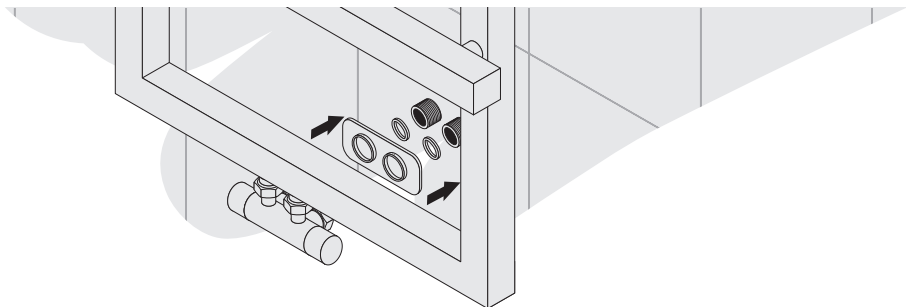

Рис.8
5.1.9. Произведите **окончательный монтаж**: вместе с надетым декоративным отражателем накрутите накладки на установленные эксцентрики, используя силиконовые прокладки для герметизации соединения и протяните их (рис. 8).